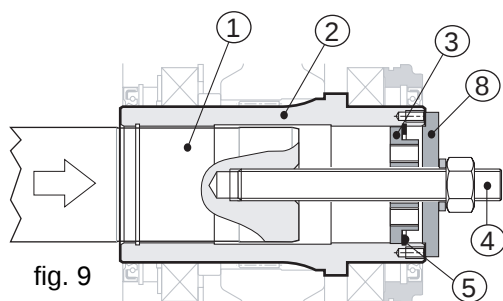

fig. 9
Luego, introducir en su alojamiento primero la placa de fondo (pos. 3) y, luego, el anillo Seeger para internos (pos. 5); a continuación, enroscar la tuerca de la barra roscada para poner en contacto los dos ejes (véase fig. 9).